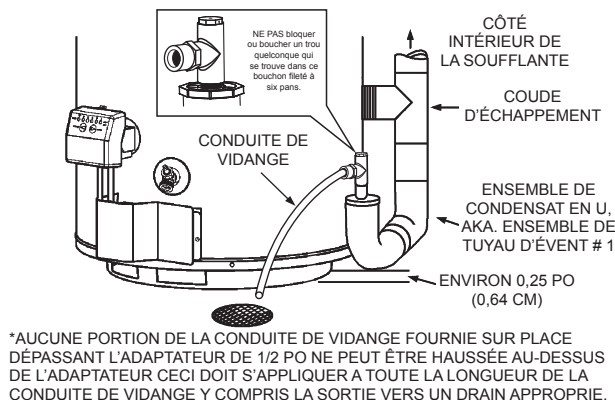
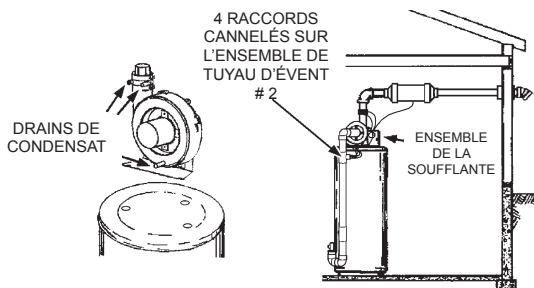

FIGURE 16.
FIGURE 17.
3. L'adaptateur de décharge de la soufflante est fait de sorte à accepter seulement des sections droites de tuyau de 2 po. Pour commencer, un minimum de 2 po (5,1 cm) d'un tuyau de 2 po doit être attaché à la décharge de la soufflante, voir Figure 17.
Ce condensat sera acheminé à la gaine de condensat attachée à la soufflante et en dehors du raccord. Le chauffe-eau est expédié avec un tuyau de condensat qui s'attache au raccord sur la gaine de condensat. Aucun autre raccord en T ou autre raccord de tuyauterie n'est requis. Voir Figure 17, 20 et 21.
Ce chauffe-eau est un appareil à condensation et nécessite une vidange installée à proximité immédiate et ce, pour permettre au condensat de se vidanger en toute sécurité. Un tuyau du boîtier de la soufflante, deux tuyaux flexibles de l'adaptateur de sortie de la soufflante, ainsi qu'un autre tuyau flexible de l'EAE si installé, vont jusqu'aux raccords cannelés de l'ensemble de tuyau #2. Le tuyau est fixé par des broches en caoutchouc et les tuyaux flexibles par une bride de serrage sur le couvercle supérieur de l'enveloppe. Voir Figure 17. Le Condensat se vide de l'appareil au niveau du raccord en T d'évacuation situé au fond de l'appareil (voir Figure 16). Le condensat qui s'écoule de ce chauffe-eau est légèrement acide. Prendre note que certains codes locaux exigent que le condensat soit traité à l'aide d'un filtre de neutralisation de pH avant son élimination.
REMARQUE : Il est important que les conduites de vidange fournies sur place au-delà de l'adaptateur de 1/2 po de l'ensemble de tuyau de ventilation #1 soit installé continuellement penché vers le bas en direction d'un drain approprié. Voir la Figure 16. Si ces instructions ne sont pas suivies ou si la conduite de vidange du condensat est bloquée, l'eau se déversera du bac de condensat. Ne pas bloquer les trous dans le bouchon fileté à six pans sur le dessus d'un petit raccord en T dans l'ensemble de tuyau de ventilation #1. Tout comme toute installation de chauffe-eau, un bac de vidange devrait être utilisé pour prévenir les dégâts d'eau dans les zones avoisinantes. Le cas échéant, une pompe de condensat munie d'un réservoir incorporé pourrait être utilisée pour pomper l'eau vers un drain approprié. Pour éviter le déversement de condensat, choisir une pompe avec un interrupteur de trop-plein.
Le condensat pourrait se former dans le système de ventilation attaché à ce chauffe-eau. Le tuyau de ventilation devrait être penché vers le bas loin de l'ensemble de la soufflante (pas moins que 1/8 po (3,2 mm) ni plus que 1/2 po (12,7 mm) par pied (30 cm) maximum). Si la tuyauterie de ventilation est ventilée à niveau ou penchée vers le haut loin de l'ensemble de la soufflante, alors des moyens adéquats pour le drainage et l'élimination du condensat devront être mis en place par l'installateur. Deux tuyaux de condensat de 3/8 po devraient être connectés aux orifices de fuite intégrés de l'adaptateur de sortie de la soufflante. Si un EAE est installé, un tuyau de condensat de 3/8 po devrait être connecté au raccord cannelé qui se trouve dessus; sinon, le raccord cannelé non utilisé sur l'ensemble de tuyau de ventilation #2 devrait être raccordé avec l'un des bouchons de rupture. Voir Figure 17.
3. Le condensat s'écoule de trois endroits sur l'ensemble de la soufflante. Voir la Figure 17. Un tuyau flexible commence à partir du bas du boîtier de la soufflante; deux autres commencent à partir des orifices du connecteur en caoutchouc au niveau de la sortie de la soufflante. Ces trois tuyaux de condensat sont connectés aux raccords cannelés sur l'ensemble de tuyau de ventilation #2. Le tuyau du bas du boîtier de la soufflante est fixé par deux brides de serrage et les deux tuyaux du connecteur en caoutchouc sont attelés par une autre bride. S'assurer qu'aucun tuyau n'est plié ou tordu.